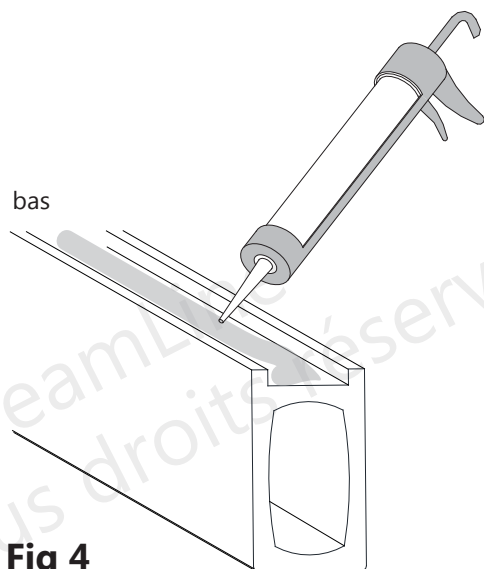

Fig 4
4. Appliquez du silicone dans la rainure du **Rail du Bas (N° 08)**. (Fig 4)